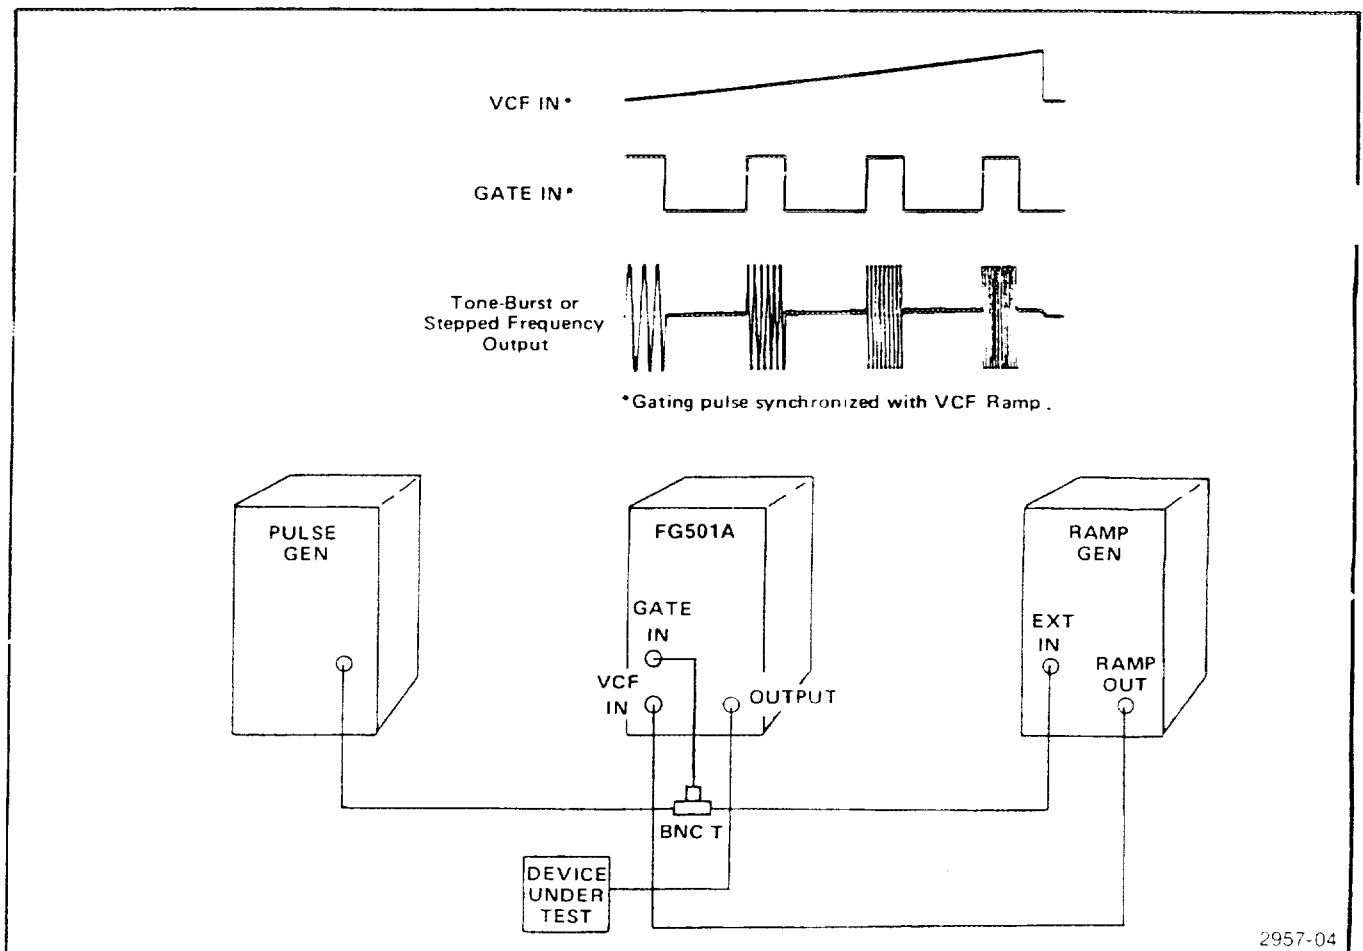

Fig. 2-12. Génération de salves de signaux ou multiplication de la fréquence par paliers.
1. Relier les appareils selon les indications de la Fig. 2-12.